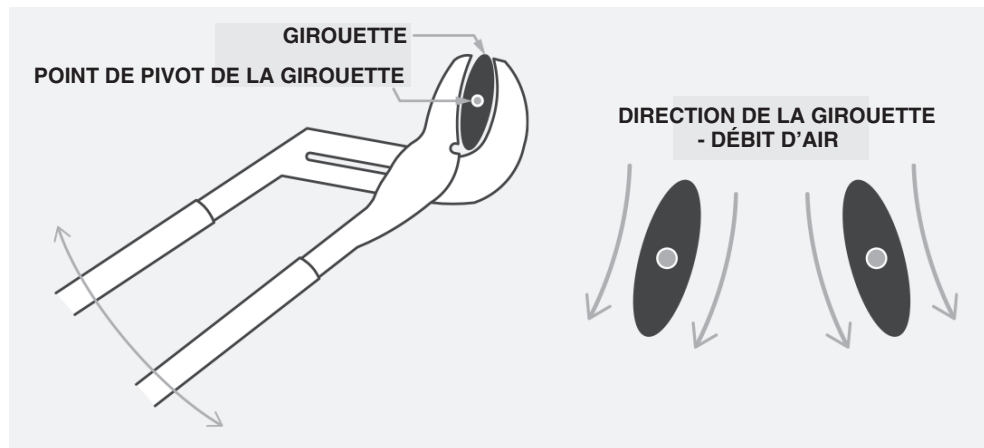

Figure 5. Réglage de la girouette de direction
2. Ajustez la girouette de direction (voir Figure 5) si nécessaire:
- b. Saisissez l'extrémité gauche de la girouette avec les verrous de canal (voir Figure 5) et faites-la pivoter dans la direction du flux d'air souhaité.